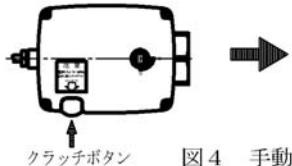

図4 手動操作
- 手動操作は、必ず電源を切ってから次の手順で行ってください。（図4）